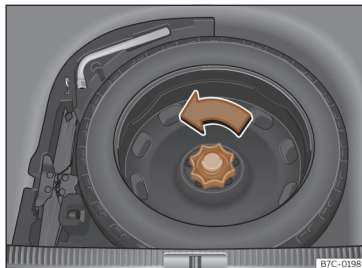

Fig. 208 Na bagageira: piso de carga levantado.
- Mova a roda no sentido contrário ao dos ponteiros do relógio»» Fig. 208 .